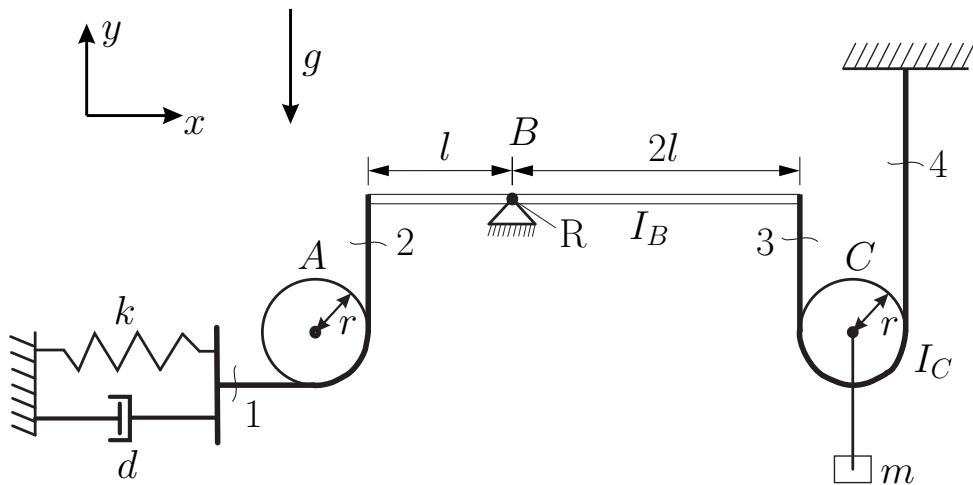

Abbildung 4: Skizze des Aufbaus
3. In Abbildung 4 ist schematisch ein Aufbau dargestellt. Die Rollen A und C sind masselos und frei drehbar, wobei Rolle C ein Trägheitsmoment I_C aufweist und frei in vertikale Richtung bewegbar ist. Am Drehpunkt der Rolle C ist über einen masselosen Balken eine Masse m befestigt. Der Balken B ist in seinem Schwerpunkt am Punkt R frei drehbar gelagert und weist ein Trägheitsmoment I_B auf. Zwei masselose Seile sind an den Enden des Balkens befestigt, das eine ist am anderen Ende fest mit der Decke verbunden. Das andere Seil ist am zweiten Ende über eine Feder-Dämpfer System mit Federkonstante k , entspannter Länge x_0 und Dämpfungskonstante d mit der Wand verbunden. Die Winkel der Rollen (φ_A , φ_C) und des Balkens (φ_B) sind so definiert, dass wenn die Feder entspannt ist $\varphi_A = \varphi_B = \varphi_C = 0$ gilt und der Balken horizontal ausgerichtet ist. Die Gravitation wirkt in negative y -Richtung.